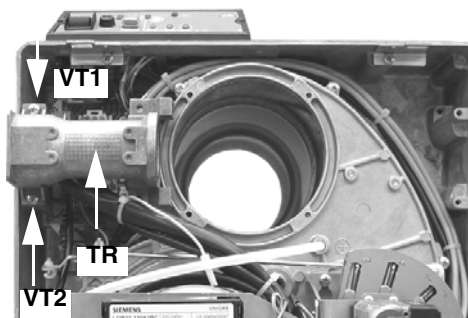

Fig. 18
- 6 Scoateti conducta de gaz **TR** si potriviti-o in noua pozitie fixand-o cu suruburile **VT1** si **VT2** (Fig. 18).